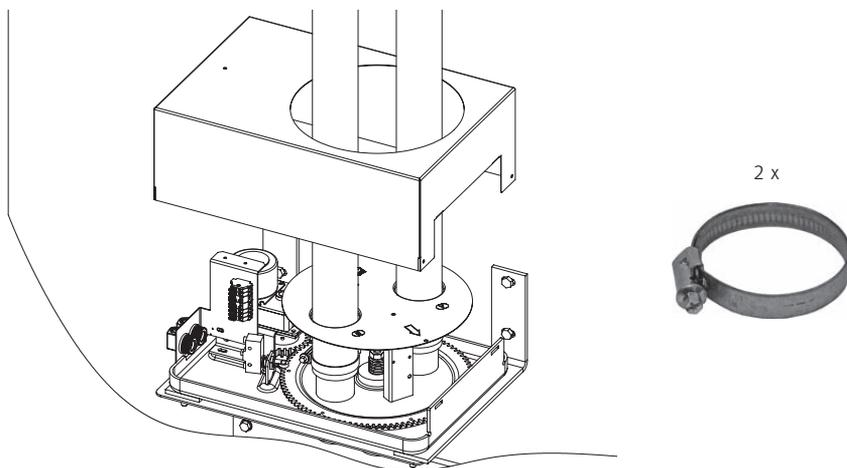

Fig. 44 Connessione del tubo di mandata e ritorno aria
- ▶ Far passare il tubo di mandata e ritorno (A, B) attraverso il cappuccio di copertura, collegare il tubo di alimentazione alla connessione A e il tubo di ritorno alla connessione B sull'unità di commutazione, e fissarlo con una clip – Fig. 44.